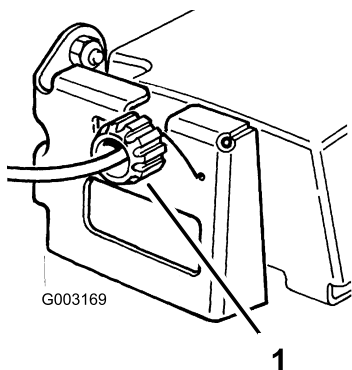

Figure 29
2. Tournez le bouton de commande de 1/2 tour dans le sens horaire si la tondeuse n'avance pas automatiquement. Si la tondeuse a tendance à avancer, tournez le bouton de 1/2 tour dans le sens antihoraire pour détendre la courroie (Figure 29).